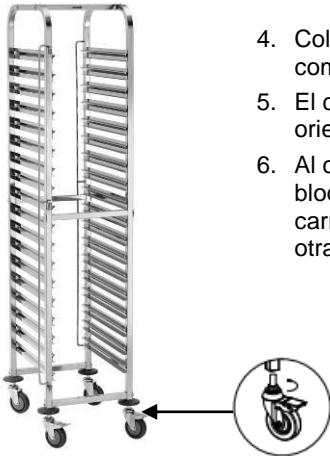

Fig. 3
5. El carro porta bandejas se puede alinear con las ruedas orientables, atornillándolas dentro o fuera (**Fig. 3**).